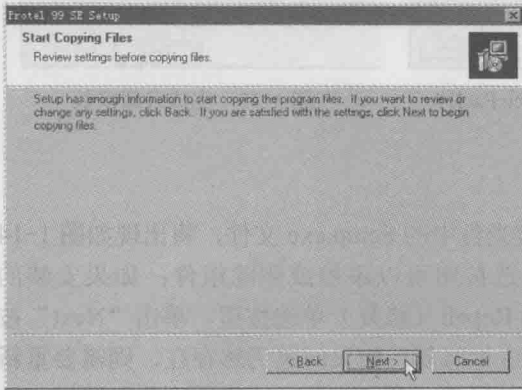

图 1-7 完成设置开始复制文件对话框
6) 设置完成, 单击“Next”按钮将开始安装, 如图 1-7 所示。如果需要更改设置, 则可以单击“Back”按钮回到上一步骤进行修改。